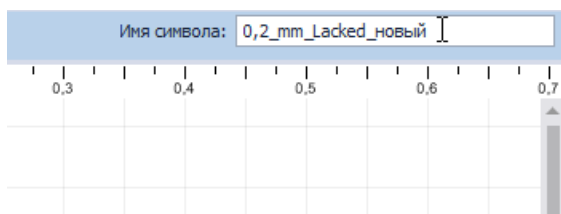

Рис. 120 Ввод имени символа
3. В поле «Имя символа» введите новое название, Рис. 120.